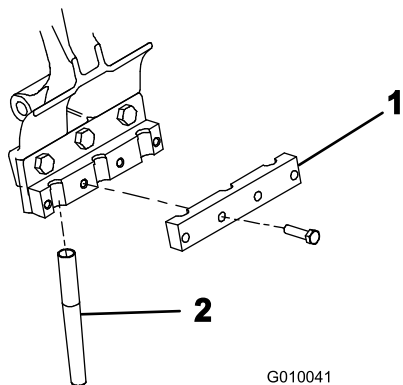

图24
4. 用4个螺栓3/8 x 1-1/2英寸将打孔针夹具松松地固定到各个打孔针夹头上图24。切勿将螺栓拧得过紧。